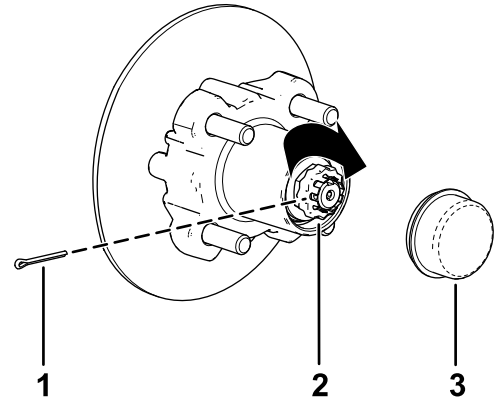

Figure 36
- Placez l'arrêt d'écrou sur l'écrou et vérifiez que la fente dans l'arrêt et le trou dans la fusée sont alignés afin de pouvoir insérer la goupille fendue (Figure 36).
- Insérez la goupille fendue et repliez chacune de ses pattes autour de l'arrêt d'écrou (Figure 36).
- Reposez le couvere-moyeu sur le moyeu (Figure 36).